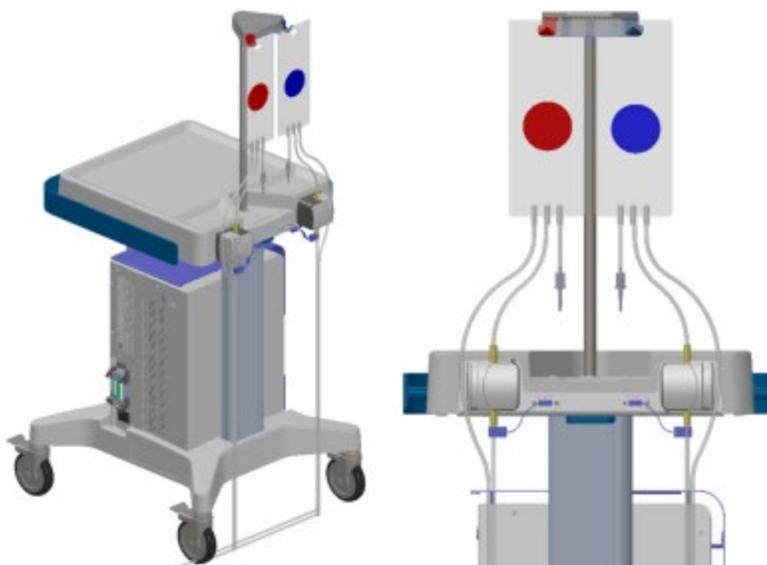

Figura 3: Preparación del carro del sistema y de los juegos de tubos de fluidos
- f. Cuelgue la bolsa del depósito de ECD en el gancho azul del sensor de peso del carro del sistema (*figura 3*).